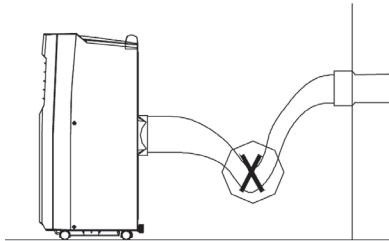

Abbildung 3
- Vermeiden Sie extremes Verbiegen des Abluftschlauchs (siehe Abb. 3).